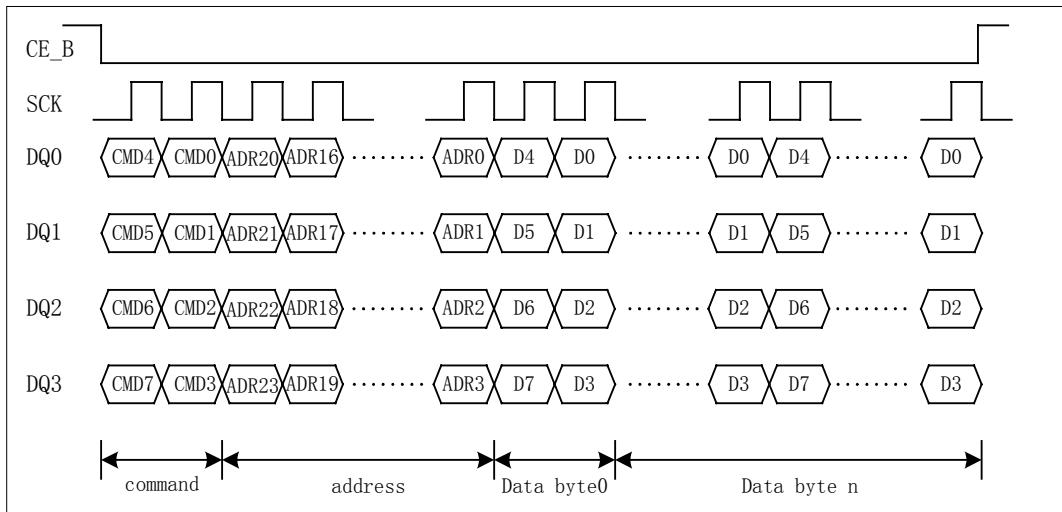

图 2.6 SP 模式时序图
- SP (Sunplus Mode) 操作模式，时序见图 2.6: